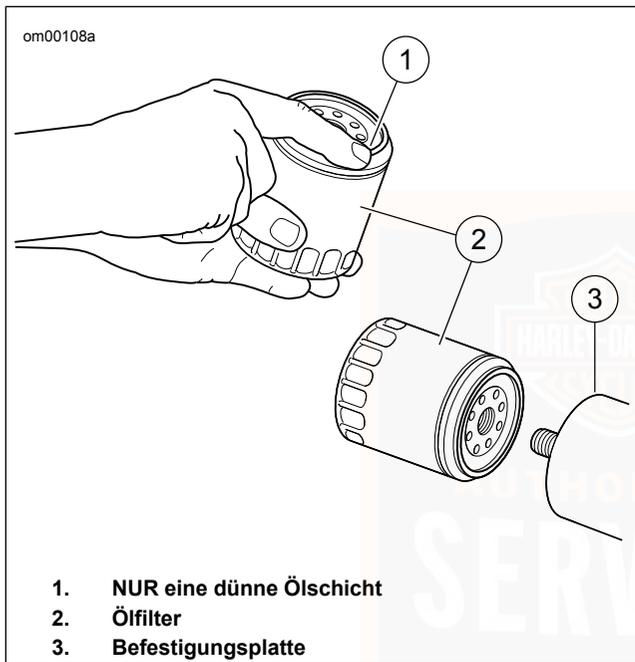

Abbildung 63. Auftragen einer dünnen Ölschicht
7. Siehe Abbildung 63. Den **neuen** Ölfilter einbauen.